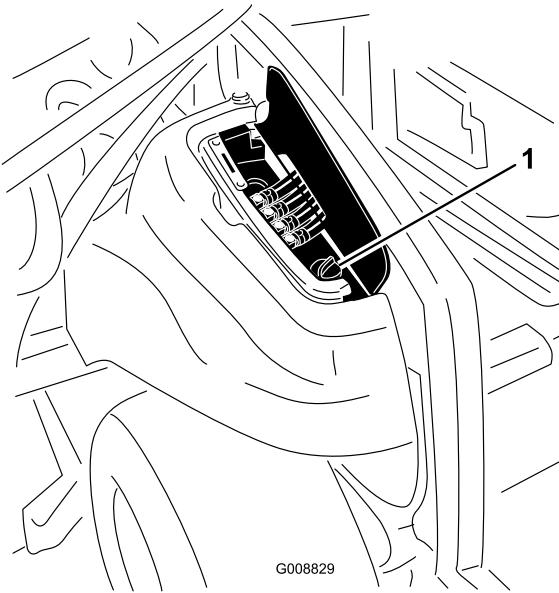

図 87
2. 機体右側のアクセスカバーを開くと油圧タンクのキャップがある 図 87。
3. 油圧オイルタンクの注油口周辺をきれいに拭き、キャップ図 87 を外す。